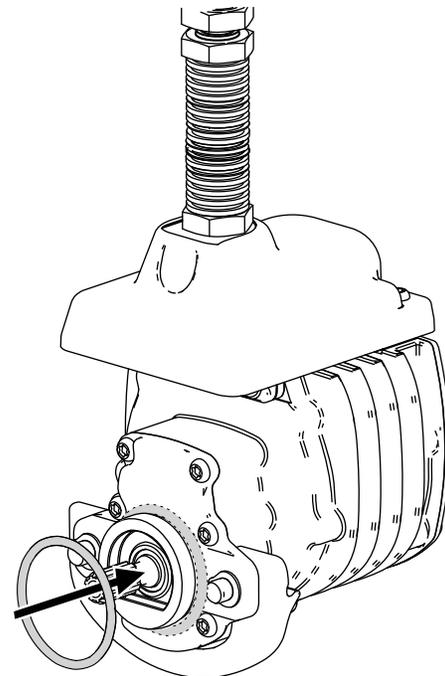

Figura 11
3. Instale una junta tórica en cada motor de molinete, como se muestra en la Figura 11.